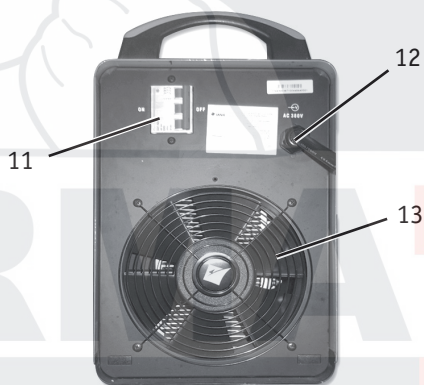

Рис. 1.2
1. Установите выключатель сети в положение «Вкл.» (11) (**рис. 1.2**), заработает встроенный вентилятор.
3. Установите выключатель сети в положение «Вкл.» (11) (**рис. 1.2**), заработает встроенный вентилятор.